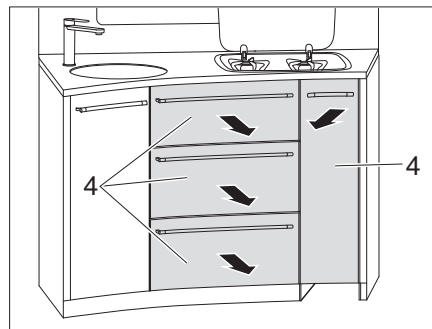

Fig. 122 Extraer los cajones de la cocina
- Extraer los cajones de la cocina (Fig. 122,4).